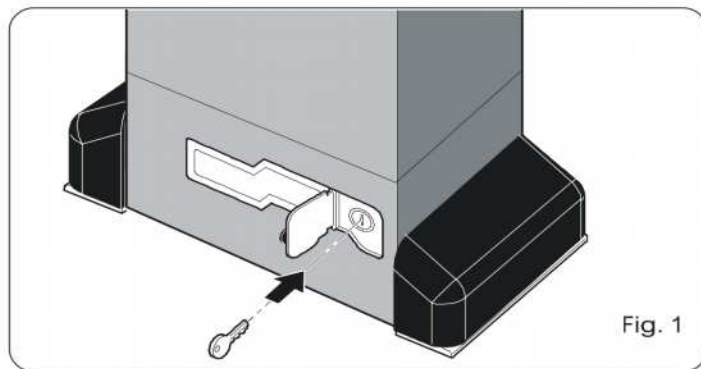

Fig. 1
- 1) Abra la portezuela de protección e introduzca la llave suministrada en dotación en la cerradura (Fig. 1).